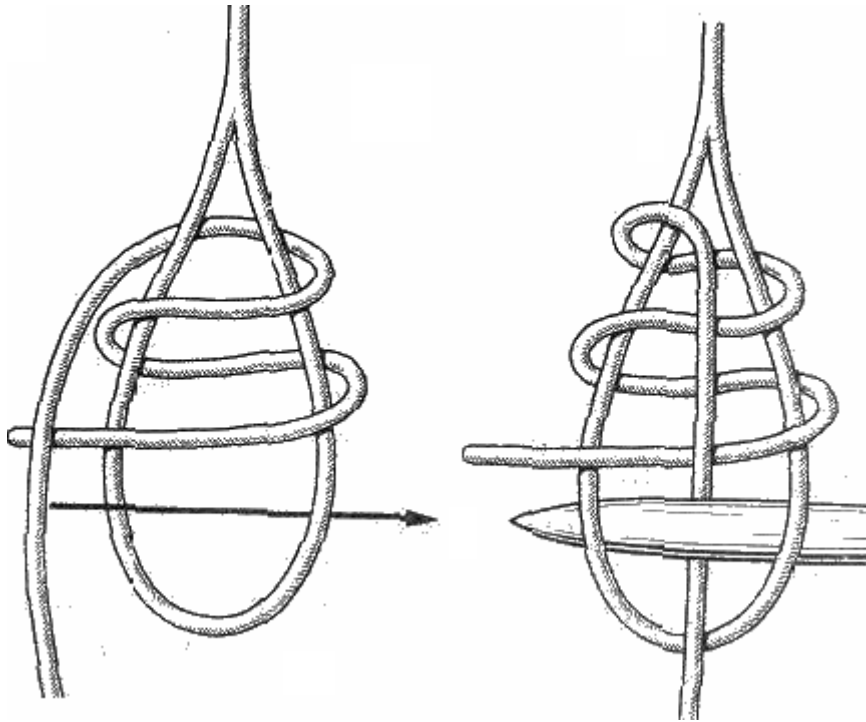

Рис. 112. Гинцевый узел
**Гинцевый узел** (рис. 112). Гинцами моряки называют небольшие тали, основанные между блоком, вязанным в какую-нибудь снасть, и другим неподвижным блоком. Для вязывания снасти блока в другую снасть применялся гинцевый узел. На парусных кораблях гинцевый узел применялся, например, при ввязывании ходового конца брам-фала или при ввязывании ходовых концов топенантов нижних реев в стропы блоков гинцев. Для этого обвивали кодовой конец брам-фала два раза вокруг верхней части стропа блока гинцев и, направив брам-фал вертикально поверх ходовую конец, продевали клевант или свайку между стропом и брам-фалом. Такой способ крепления троса в строп или в коуш прост, надежен и может быть применен на середине троса. Его можно рекомендовать современным такелажникам и строителям.